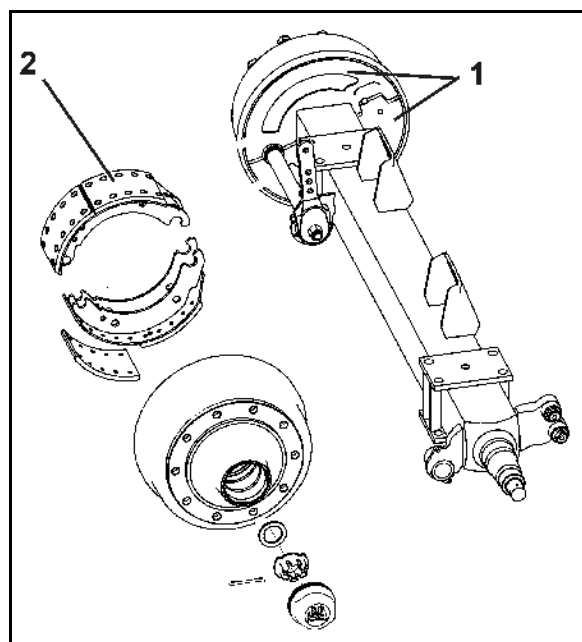

Рис. 87
1. Выверните болты и снимите оба защитных кожуха (Рис. 87/1) с внутренней стороны тормозного барабана.
Грязь может скапливаться на тормозных накладках (Рис. 87/2) и значительно снижать эффективность торможения.